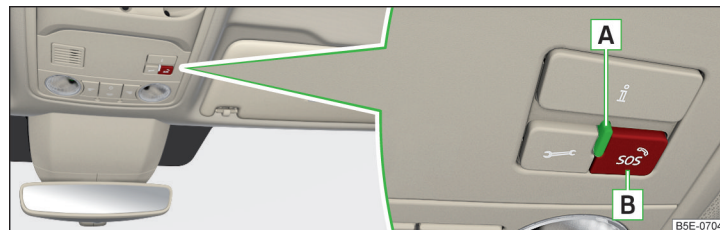

Fig. 11 Botón de emergencia
- Mantener presionada el botón **B** » fig. 11.
El **estado del sistema** se visualiza después de conectar el encendido iluminando del testigo de control **A** » fig. 11.